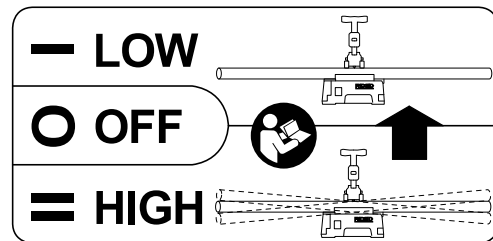

Abbildung 8 – Geschwindigkeitsaufkleber
7. Positionieren Sie den Fußschalter wie in Abbildung 8 gezeigt, um eine korrekte Bedienerposition zu ermöglichen.
Der Elektro-Rohrabschneider hat zwei Betriebsgeschwindigkeiten – NIEDRIG und HOCH, siehe Abbildung 8.